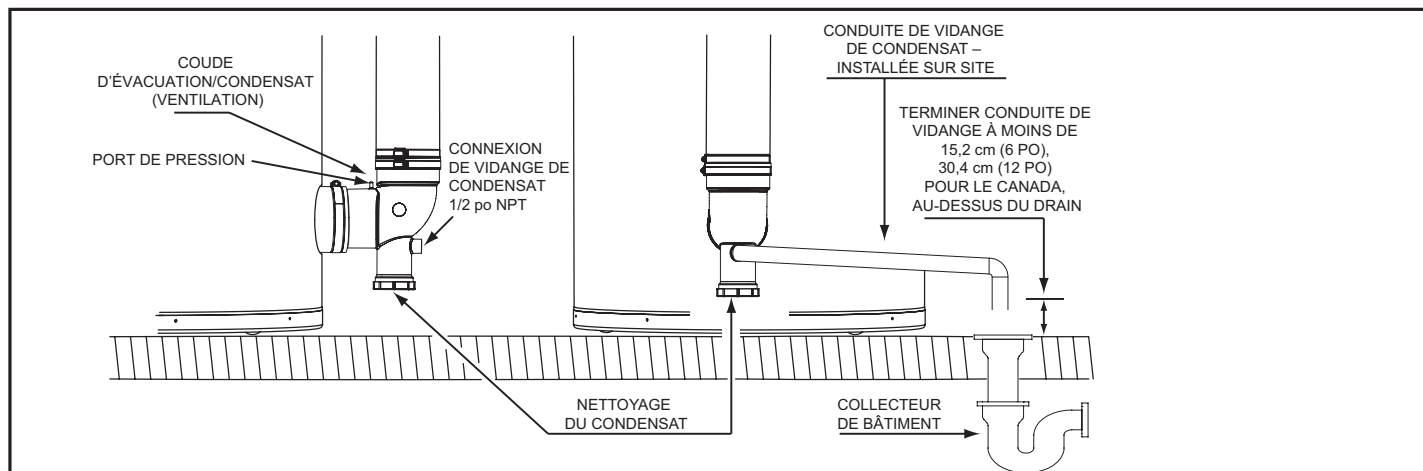

Figure 50. Installation de la vidange de condensat
2. Installer une conduite de vidange de condensat de 1/2 po en PVC entre le raccord de vidange de condensat sur le coude d'évacuation/condensat et un collecteur d'immeuble adéquat. Le coude d'échappement comporte un purgeur de condensat intégré. Ne pas installer de purgeur supplémentaire dans la tuyauterie de vidange de condensat. Voir *Figure 50*.
3. Terminer la tuyauterie de vidange de condensat par un coude au-dessus du collecteur. S'assurer que toute décharge sort de la conduite de vidange de condensat à moins de 15,2 cm (6 po) au-dessus d'un collecteur d'immeuble adéquat, ou à l'extérieur du bâtiment. Voir *Figure 50* (page 38).
4. S'assurer que le tuyau de vidange du condensat n'est pas élevé au-dessus du connecteur de vidange de condensat sur le coude d'évacuation/condensat. Voir *Figure 50*.